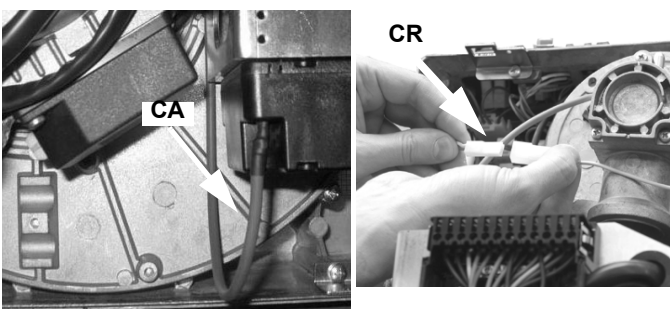

Рис. 15
- 3 Отсоединить кабель запального электрода **CA** от запального трансформатора Рис. 15.
- 4 Отсоединить соединительный разъем **CR** от печатной платы (Рис. 15).
- 5 Снять вместе фланец и головку сгорания (Рис. 15).